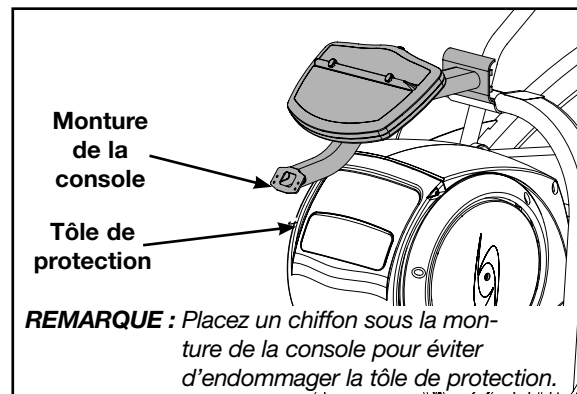

Figure 13
- A. Posez la monture de la console sur l'Arc Trainer tel qu'illustré à la figure 13. **REMARQUE :** Vous obtiendrez ainsi un accès plus facile pour acheminer le câble.